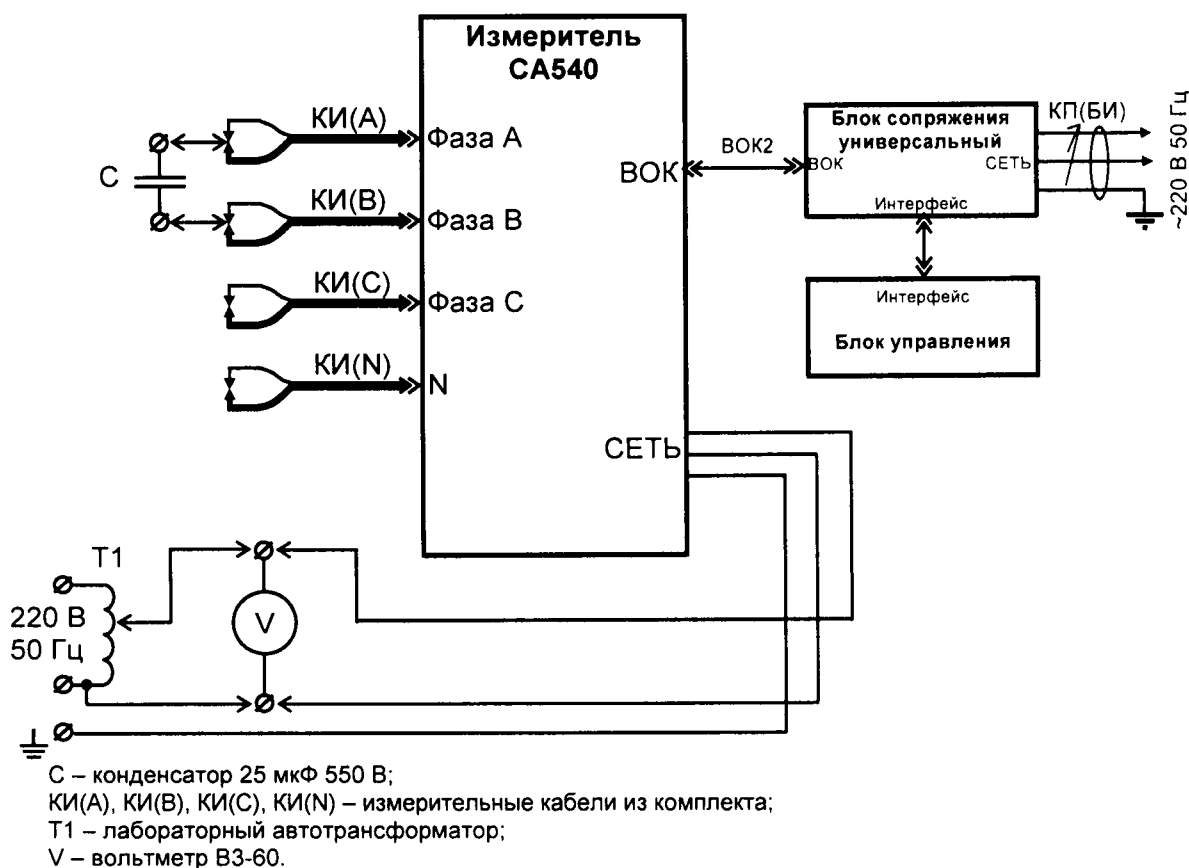

Рисунок 8.10
8.7.17 Подключить нагрузочный конденсатор С, представленный на схеме (рисунок 8.10), к зажимам кабелей КИ(В) и КИ(С).
8.7.19 Подключить нагрузочный конденсатор С, представленный на схеме (рисунок 8.10), к зажимам кабелей КИ(А) и КИ(С).